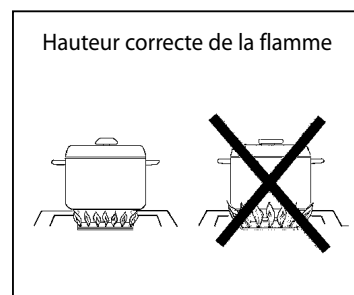

FIG. 34
- Pour des raisons de sécurité, la flamme ne doit jamais dépasser le fond du récipient. Ne laissez jamais les flammes lécher les parois de l'ustensile de cuisson (voir Fig. 34).